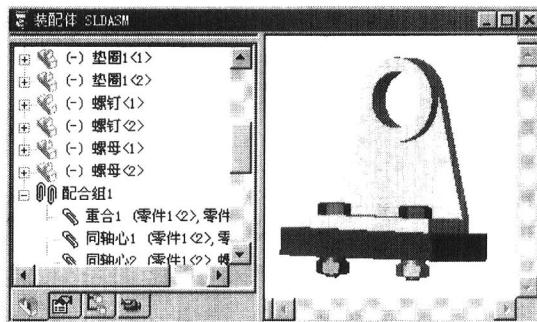

图 1-21 零件配合（二）
对零件进行装配并不是一个复杂的过程。下面参照如图 1-21 所示装配体的最终显示结果来进行装配，具体的过程如下：
(15) 重复步骤 9~14，完成了一个装配体的装配过程，可以得到最终的装配结果如图 1-21 所示。进行文件保存。